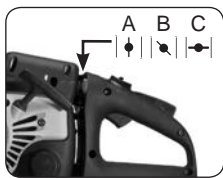
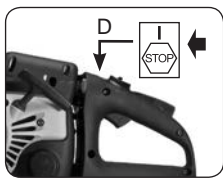

Abb. 9A
Abb. 9B
1. Um den Motor anzulassen, schieben Sie den roten STOP – Schalter nach oben (D) (Abb. 9B). Der Drossel hat drei Positionen: AUS |♦| (A), MITTELSTELLUNG |■| (B) und EIN |◄| (C) (Abb. 9A).